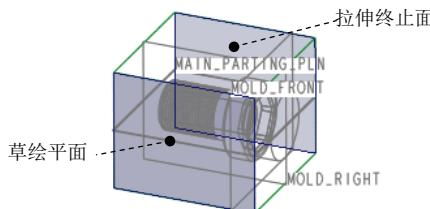
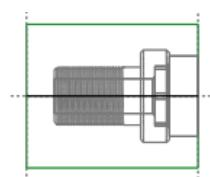

图 24.7 定义草绘平面
图 24.8 截面草图
(1) 选择命令。单击 分型面 功能选项卡 形状 ▾ 区域中的 拉伸 按钮，此时系统弹出“拉伸”操控板。
(2) 定义草绘截面放置属性。右击，从系统弹出的菜单中选择 定义内部草绘... 命令；选取 图 24.7 所示的坯料表面为草绘平面，然后选取 MOLD_FRONT 基准平面为参考平面，方向为 右。然后单击 草绘 按钮。
(3) 绘制截面草图。选择图 24.8 所示的模型边线为草绘参考，绘制图 24.8 所示的截面草图（截面草图为一条线段）；完成特征截面的绘制后，单击“草绘”操控板中的“确定”按钮 \checkmark 。
(4) 设置深度选项。
① 在“拉伸”操控板中选取深度类型 \pm 。
② 将模型调整到合适方位，选取图 24.7 所示的坯料表面为拉伸终止面。
③ 在“拉伸”操控板中单击 \checkmark 按钮，完成特征的创建。